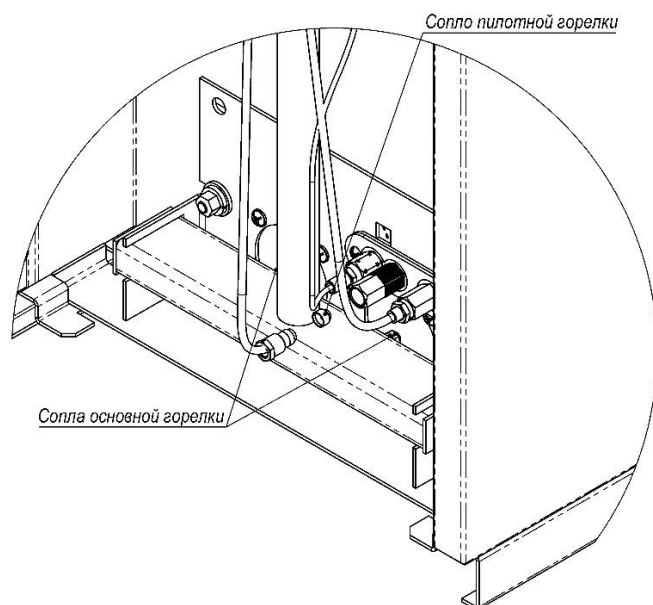

Рис. 1 Сопла основной и запальной горелок
- заменить все сопла основных горелок (Рис.1) согласно таблице 1 (установочный размер резьбы сопла M8x1);
- снять газоход пилотной (запальной) горелки (Рис.1);
- заменить сопло (Рис.1) пилотной (запальной) горелки для природного газа - Ø0,41мм, на сопло для сжиженного газа - Ø0,25мм (допускается отрегулировать давление газа винтом настройки расхода газа на запальную горелку без замены сопла);